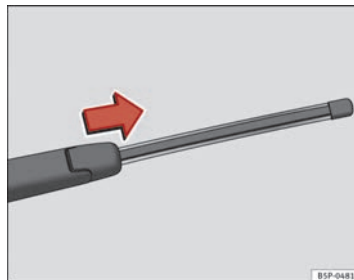

Abb. 132 Heckwischerblatt abnehmen
⇒ Abb. 132.
- Schieben Sie den Wischerblattadapter in Pfeilrichtung und ziehen Sie das Wischerblatt ab ⇒ Abb. 132.